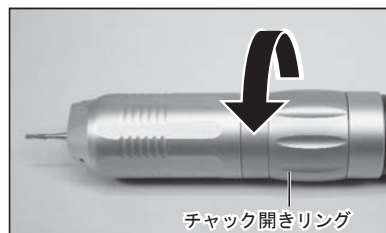

図3
- バーを取り外す場合は、チャック開きリングを図3の矢印の方向に回せば取り外すことができます。